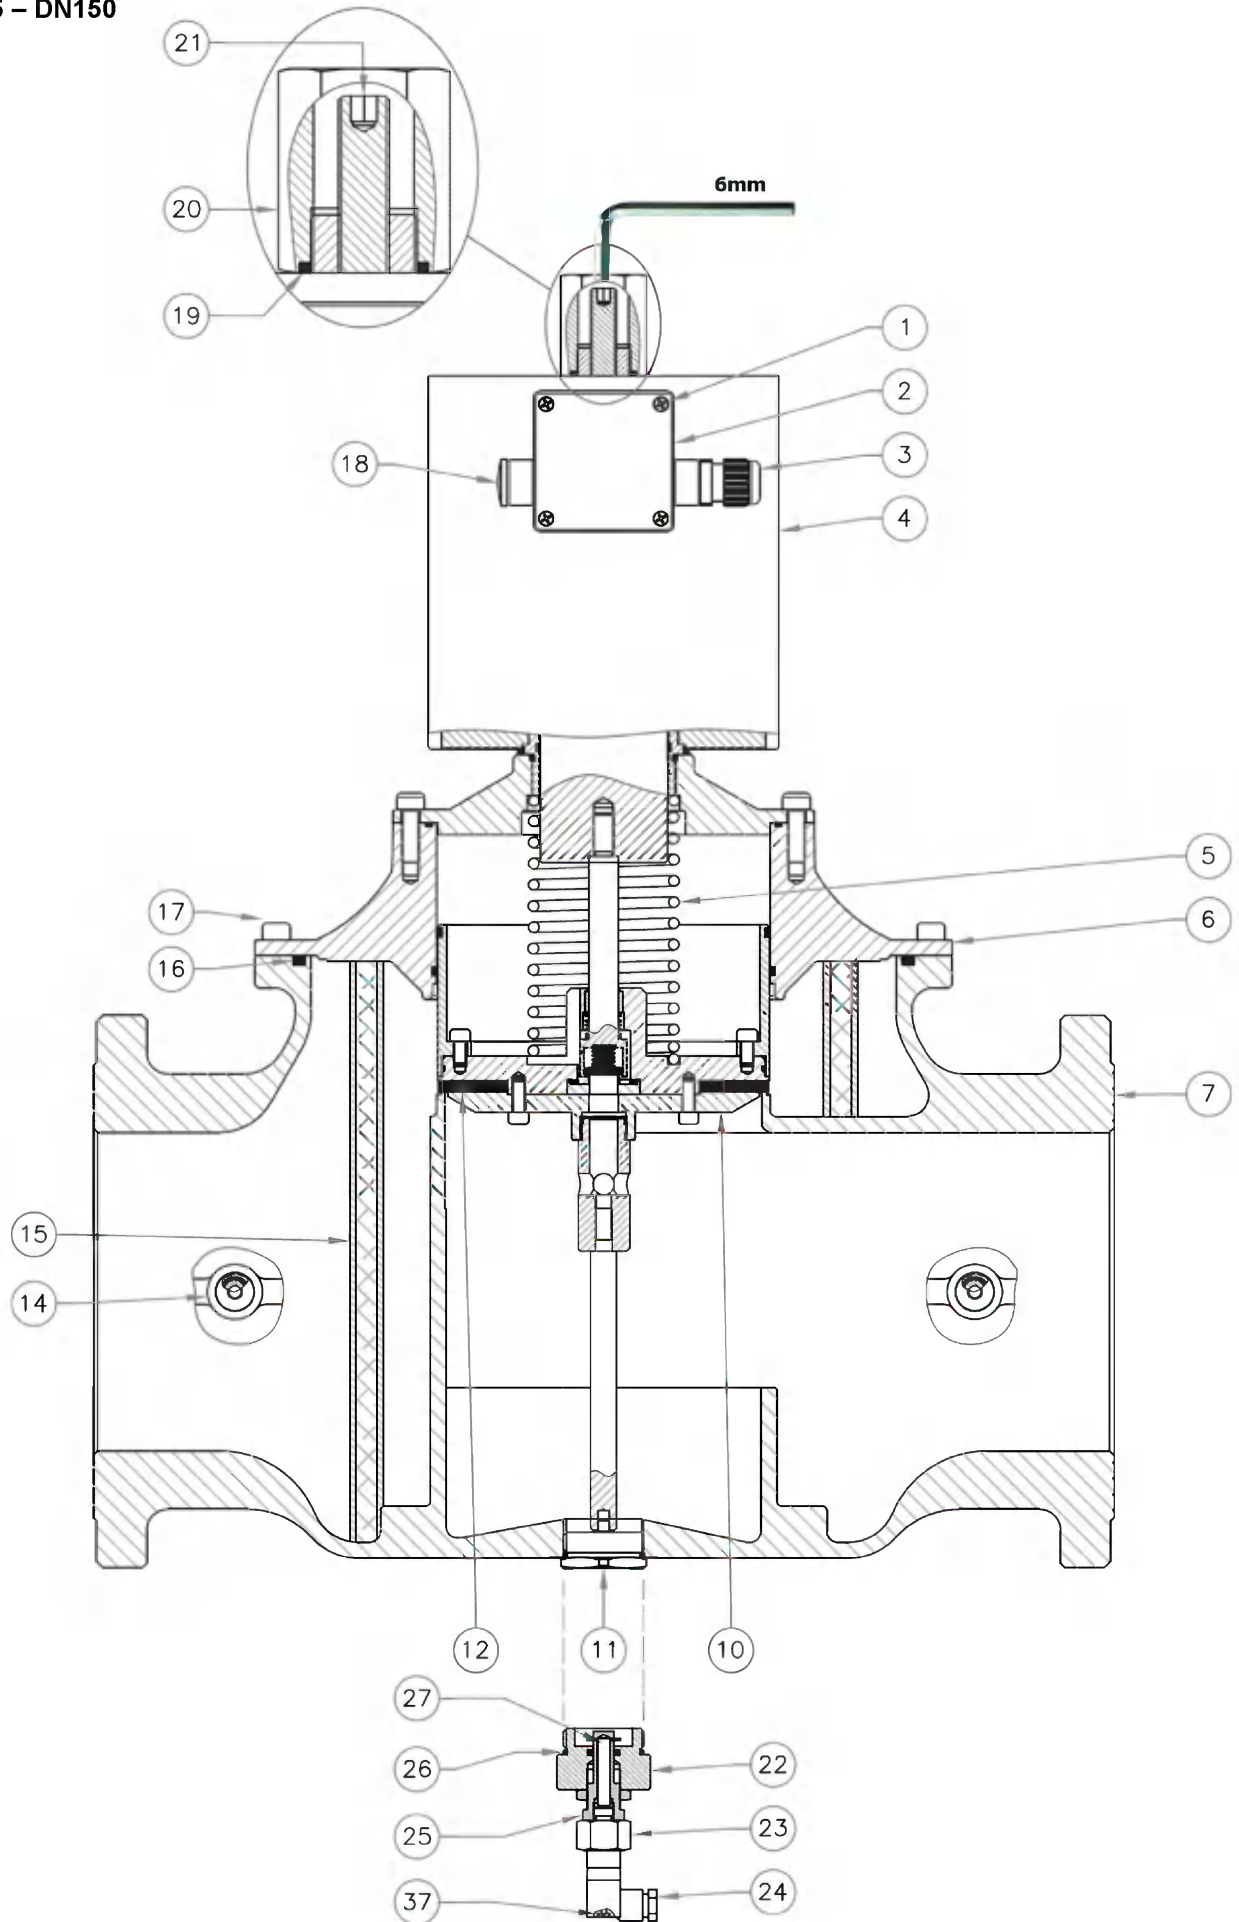

Рис. 6 (вид зверху без кришки)
- Відкрутіть гвинти (17) і дуже обережно зніміть кришку (6) з корпусу клапана (7);
- Вийміть фільтруючий елемент (15) і перевірте його стан. Продуйте його, очистіть і, при необхідності, замініть (див. Рис. 6 та 7);
- Перевірте стан ущільнювального кільця кришки (16) і при необхідності замініть його;
- Переконайтеся, що кільце ущільнювача кришки (16) знаходиться всередині передбаченої канавки;
- Знову зберіть кришку (6) і закріпіть її в початковому положенні, дотримуючись обережності, щоб не «затиснути» або не пошкодити кільце ущільнювача (16) під час затяжки;